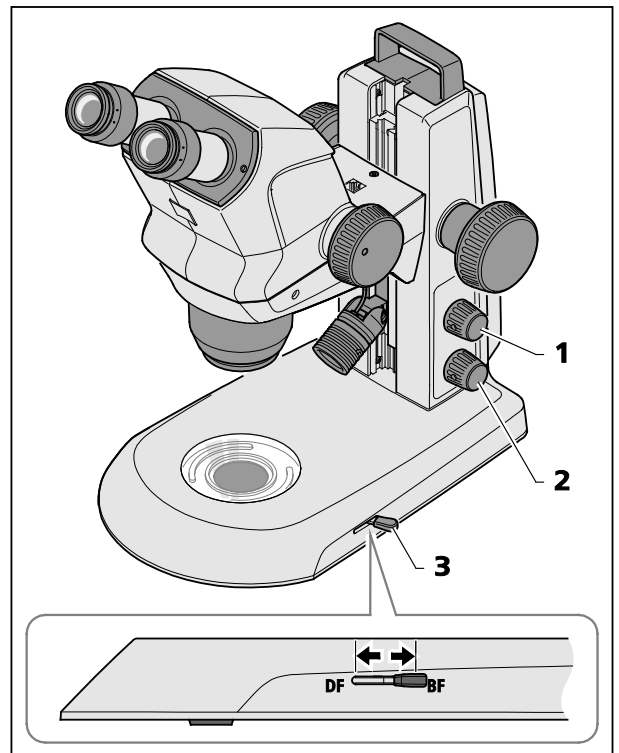

图 19 K EDU 透视光模块
- 通过按压下方旋钮(图 19/2)打开透射光。
- 通过调整控制杆(图 19/3)在亮场和暗场照射之间转换。
- 前端位置：暗场 (DF)
- 后端位置：亮场 (BF)
按下上部按钮(图 19/1)可以将入射光混合进入(参见第 26 页第 4.2 章)。